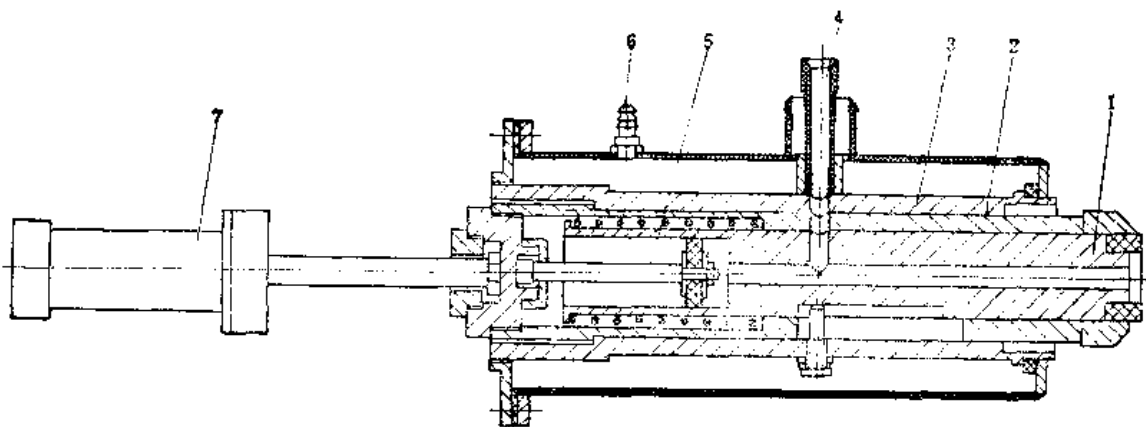

图7-1-2 浮动式气动注蜡头
② 前后活动板均为铸铁件, 经检查如无裂纹和损坏, 修理时不必更换。在活动板的导向孔处镶有青铜套, 当导向杆与衬套之间的间隙超过允许值时要及时更换衬套, 以免影响压型的安装和使用精度或损坏压型附件。
③ 拆洗油缸并检查各零件磨损情况, 更换密封件。
④ 拆洗换向阀、压力阀, 清洗油箱, 更换新油。
⑤ 浮动式气动注蜡头的修理(图7-1-2), 在生产中当注蜡头发生较大故障时, 为了缩短修理时间, 可整套更换。